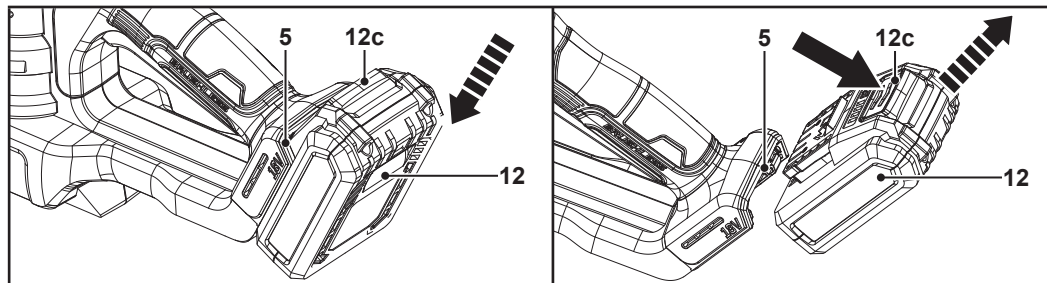
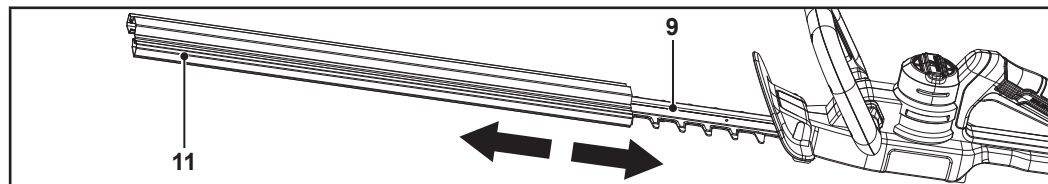

Fig. 2
Fig. 4
Cobertura da lâmina (11): Quando a máquina não estiver a ser utilizada, retire a bateria (12) (Fig. 2) e coloque a cobertura da lâmina na lâmina (9) (Fig. 4). Ao fazê-lo, protege a lâmina e evita ferimentos de corte e danos noutros objetos.
Colocar: Alinhe a bateria (12) com a porta de ligação da bateria (5) e faça-a deslizar para o interior. Certifique-se de que encaixa no lugar (Fig. 2).
Remover: Pressione o botão de libertação (12c) e remova a bateria (12) da porta de ligação da bateria (5) (Fig. 2).
Remover: Faça deslizar a cobertura da lâmina (11) da lâmina (9) (Fig. 4).
Colocar: Faça deslizar a cobertura da lâmina (11) sobre a lâmina (9) (Fig. 4).